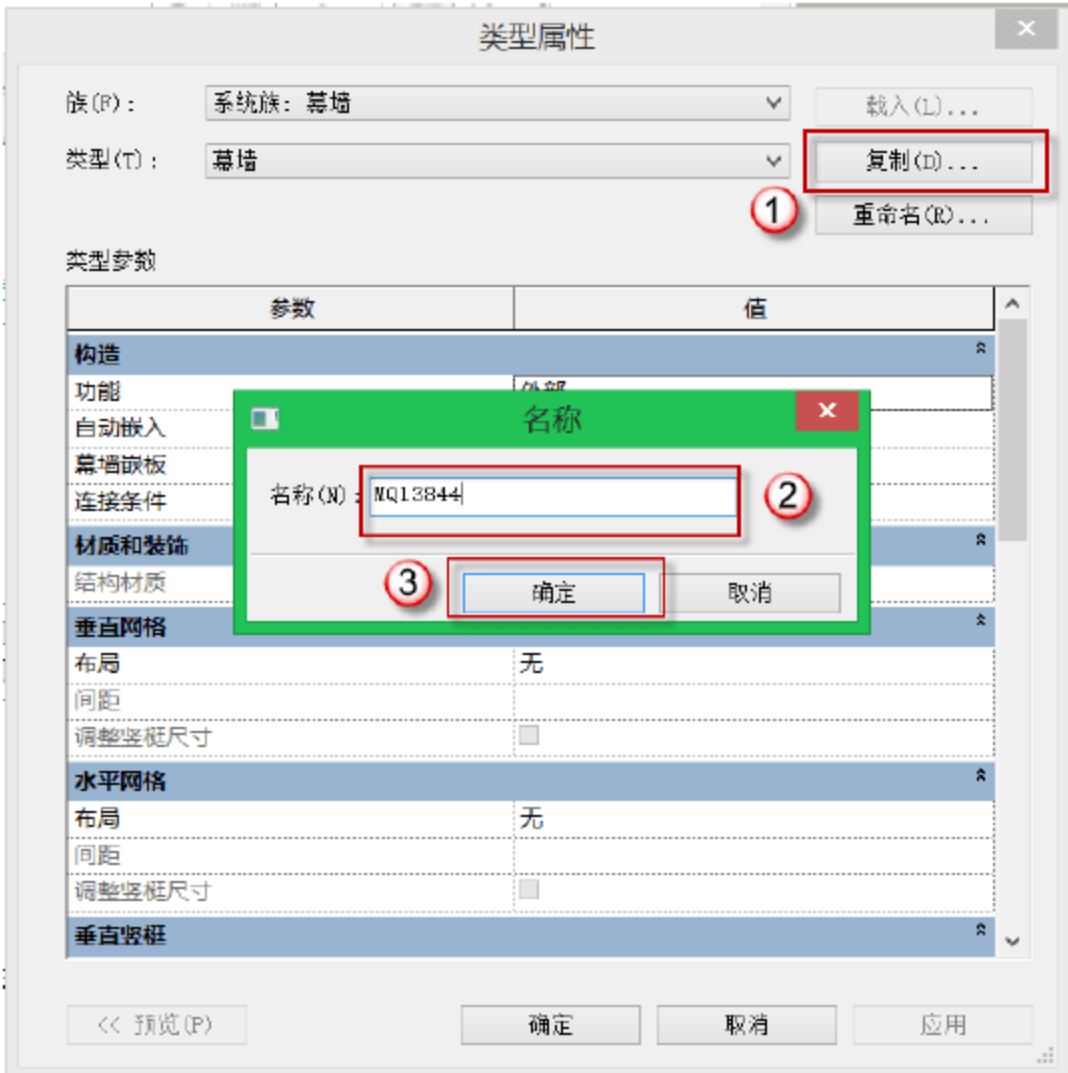

图 10.3.17 复制“MQ13844”族
(9) 设定“MQ13844”族类型。选择“建筑”→“墙”→“幕墙”命令，单击“编辑类型”按钮，弹出“类型属性”对话框，单击“复制”按钮，将幕墙名称改为“MQ13844”，最后单击“确定”按钮，如图 10.3.17 所示。在“类型属性”对话框中单击幕墙嵌板参数